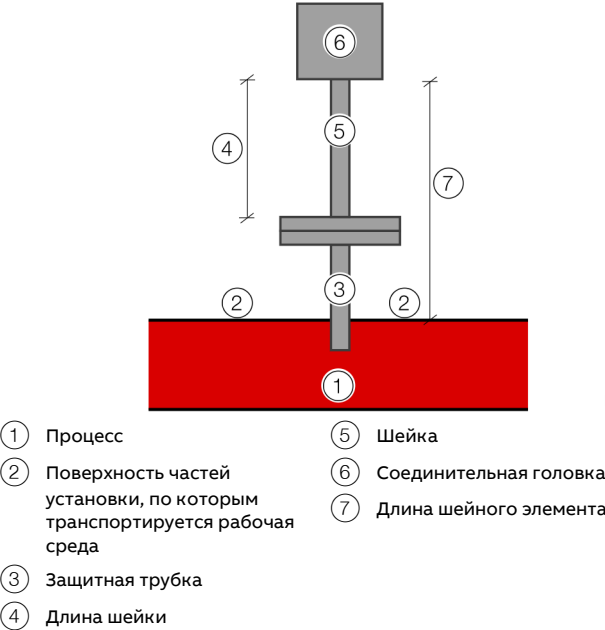

Рисунок 9. Определение длины шейного элемента
- (A) Повышение температуры внутри соединительной головки, °C (°F)
- (B) Длина шейного элемента, мм (in)
- Температура поверхности частей установки, по которым транспортируется рабочая среда, °C (°F), см. Рисунок 9 на стр 18
- ① 250 (482)
- ② 450 (842)
- ③ 620 (1148)
- ④ 800 (1472)